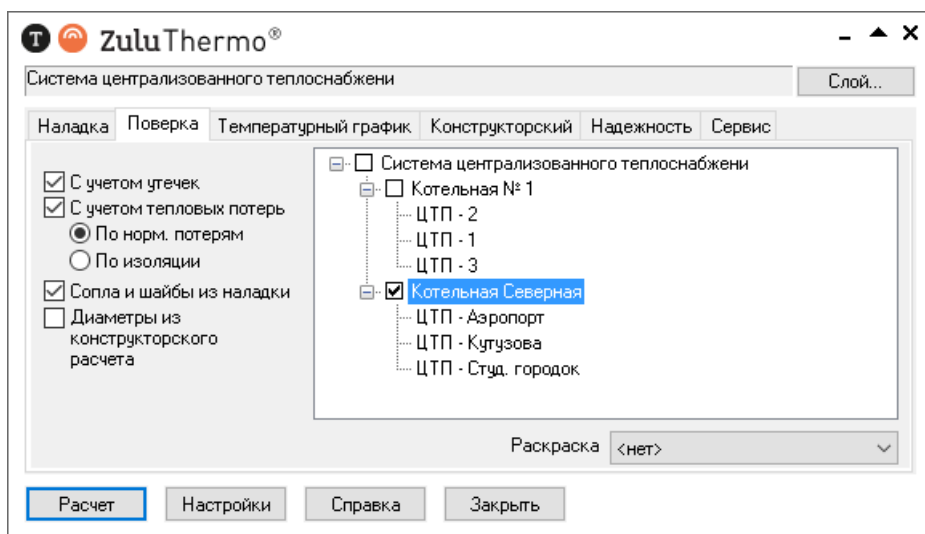

Рисунок 11.4. Выбор источника для расчета
4. Отметьте источник, для которых будет производиться расчет, установив флажок рядом с названием источника (Рисунок 11.4, «Выбор источника для расчета»);